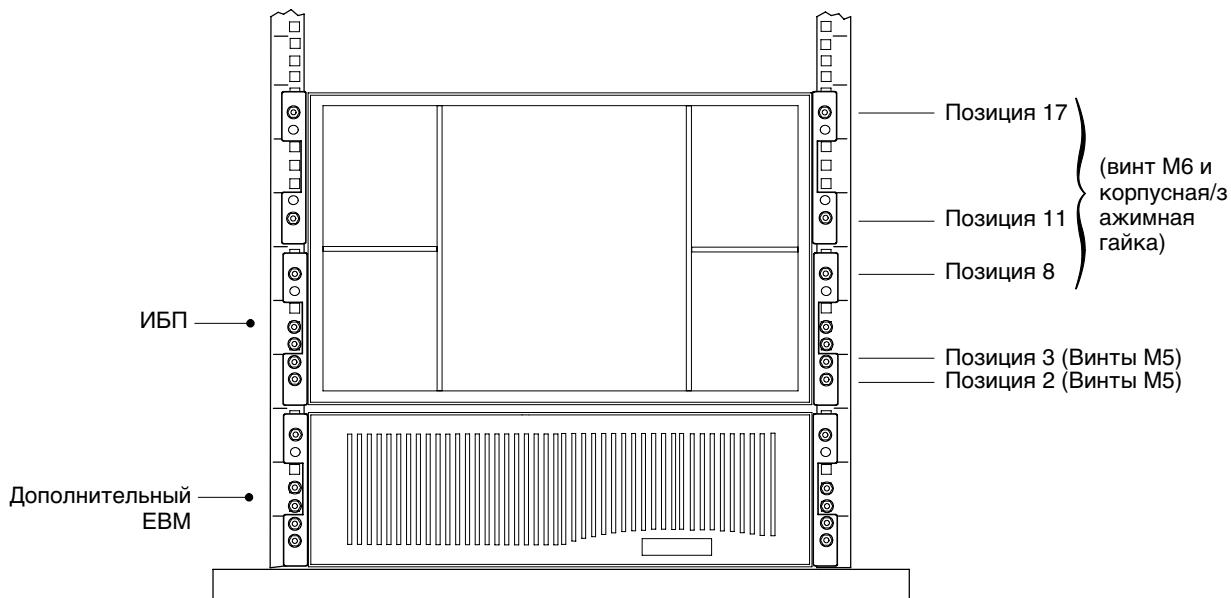

Рисунок 21. Крепление передней части ИБП
- 13.** Установите шесть корпусных/зажимных гаек, как показано на рис. 21. Если отверстия в стойке квадратные, используйте шесть корпусных гаек. Если отверстия в стойке круглые, используйте шесть зажимных гаек.
- 15.** Закрепите переднюю часть корпуса в стойке, как показано на рис. 21.